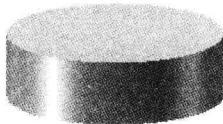
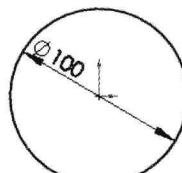
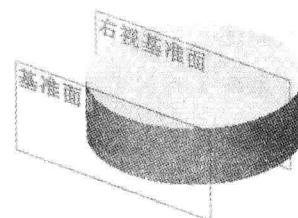

图 1.2 凸台-拉伸 1
图 1.3 横断面草图
图 1.4 基准面 1
Step2. 创建图 1.2 所示的零件基础特征——凸台-拉伸 1。
(1) 选择命令。选择下拉菜单 **插入(I)** → **凸台/基体(B)** → **拉伸(E)...** 命令（或单击“特征(F)”工具栏中的 按钮）。
(2) 定义特征的横断面草图。
① 定义草图基准面。选取上视基准面作为草图基准面。
② 定义横断面草图。在草图绘制环境中绘制图 1.3 所示的横断面草图。
③ 选择下拉菜单 **插入(I)** → **退出草图** 命令，系统返回“凸台-拉伸”窗口。
(3) 定义拉伸深度属性。
① 定义深度方向。采用系统默认的深度方向。
② 定义深度类型和深度值。在“凸台-拉伸”窗口 **方向1** 区域的下拉列表中选择 **两侧对称** 选项，输入深度数值 30.0。
(4) 单击 按钮，完成凸台-拉伸 1 的创建。
Step3. 创建图 1.4 所示的基准面 1。
(1) 选择命令。选择下拉菜单 **插入(I)** → **参考几何体(G)** → **基准面(F)...** 命令，